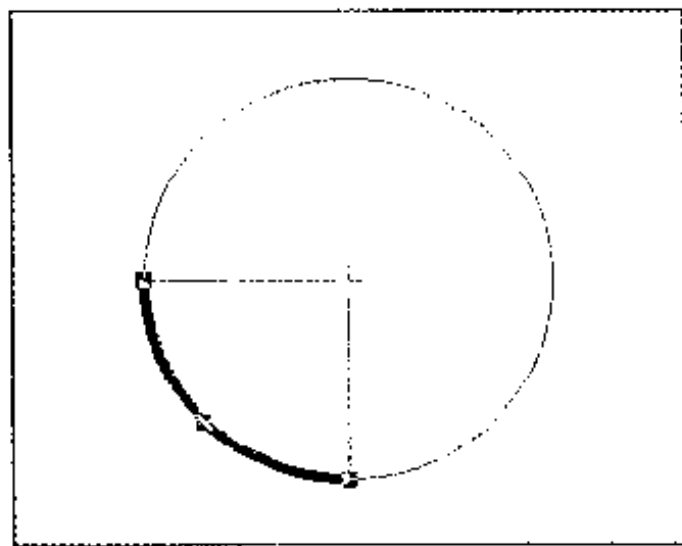

图 7-10 通过圆周定义圆弧
(1) 在 Placement Tools 工具栏中单击  按钮,选择通过定义圆周来绘制圆弧的工具,或者选择 Place > Arc(Edge)。
(2) 此时鼠标箭头变为十字光标,并且在十字光标的中心带有一个节点,在图纸中移动十字光标,在适当的位置单击,确定圆弧的起始点;移动十字箭头,即可展开一个圆,同时也可以旋转该圆弧。
(3) 移动十字光标,调整圆弧直径的大小和方向,当它们都符合要求之后单击,确定圆弧的终点,然后右击鼠标,退出绘制圆弧的工作状态,得到如图 7-10 所示的效果。